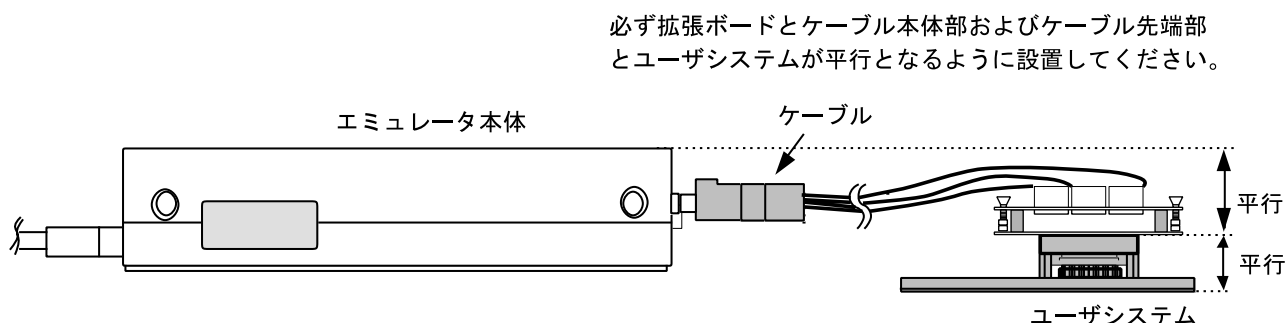

図10 設置例
- (1) ユーザシステムへの接続時には1ピン位置に十分注意して、誤接続は絶対にしないでください。
- (2) 本ユーザシステムインタフェースケーブルを使用する場合の推奨マウントパッド寸法は、MCU 実装用マウントパッド寸法とは異なりますので注意してください。
- (3) 本ユーザシステムインタフェースケーブルは、HS2655EPI61H エミュレータ専用ですので、他のエミュレータ本体には使用しないでください。
- (4) ケーブル本体部が断線する可能性がありますので、本ユーザシステムインタフェースケーブルの上に重いものや金属等の角の尖ったものを置かないでください。
- (5) ユーザシステムに接続した状態では、ユーザシステムインタフェースケーブル、特にケーブル先端部に無理な力が加わらないように注意する必要があります。図10の設置例を参照してご使用ください。